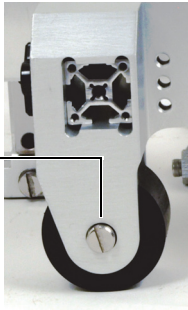

Figura 2-32 Roda montada na estrutura
1. Com uma chave de fenda de cabeça plana, remova o parafuso que prende a roda (Figura 2-32 na página 62).